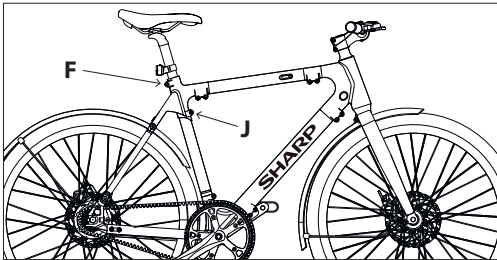

Figura 3-1
- Desfaceți șuruburile [F] și [J] în sens antiorar, folosind o cheie Allen de 5 mm, introduceți șeaua în cadru, așa cum este arătat în [Figura 3-1].